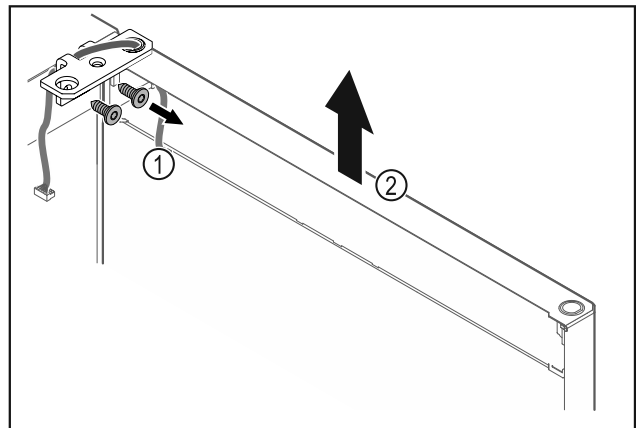

Fig. 28
- Dévisser l'équerre de la charnière Fig. 28 (1).
- Soulever la porte (équerre de charnière incluse) Fig. 28 (2) d'environ 200 mm (7.87 in) et la retirer.